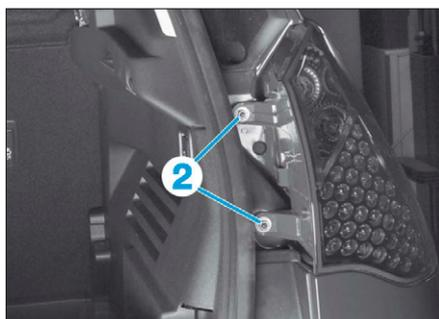

FIG. 84
- Déposer les vis (2) (Fig.84).